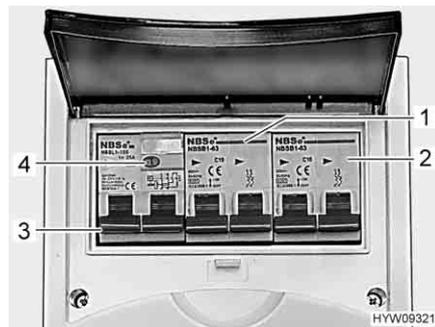

Fig. 110 Interruttore di sicurezza e interruttore automatico FI (scatola dei fusibili a 230 V)
Un interruttore di sicurezza per correnti di guasto (interruttore automatico FI) (Fig. 110,3) nella scatola dei fusibili protegge l'intero veicolo da correnti di guasto (30 mA).
L'interruttore di sicurezza collegato in serie (10 A) (Fig. 110,1) protegge le prese da 230 V, la centralina elettrica, il caricabatteria supplementare e il frigorifero.
Per veicoli con accessori opzionali, p. es. l'impianto di climatizzazione a tetto, un ulteriore interruttore di sicurezza (16 A) (Fig. 110,2) protegge l'apparecchio.
- Se il veicolo è collegato all'alimentazione a 230 V, premere il tasto di controllo (Fig. 110,4). L'interruttore di sicurezza per correnti di guasto (FI) deve scattare.